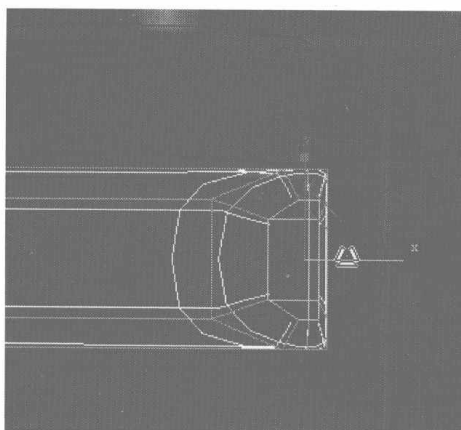
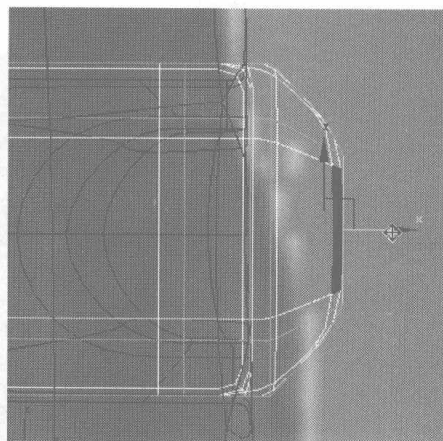
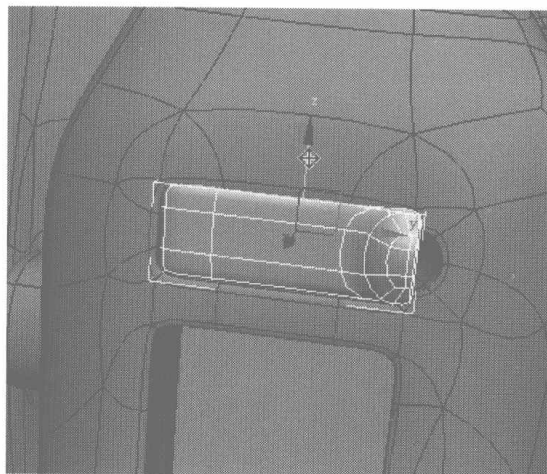

图 6.349
图 6.350
图 6.351
- 14** 用缩放工具将挤压出来的面进行缩放, 如图 6.349 所示, 在 Front 视图中再调整其形状, 如图 6.350 所示, 此时效果如图 6.351 所示。